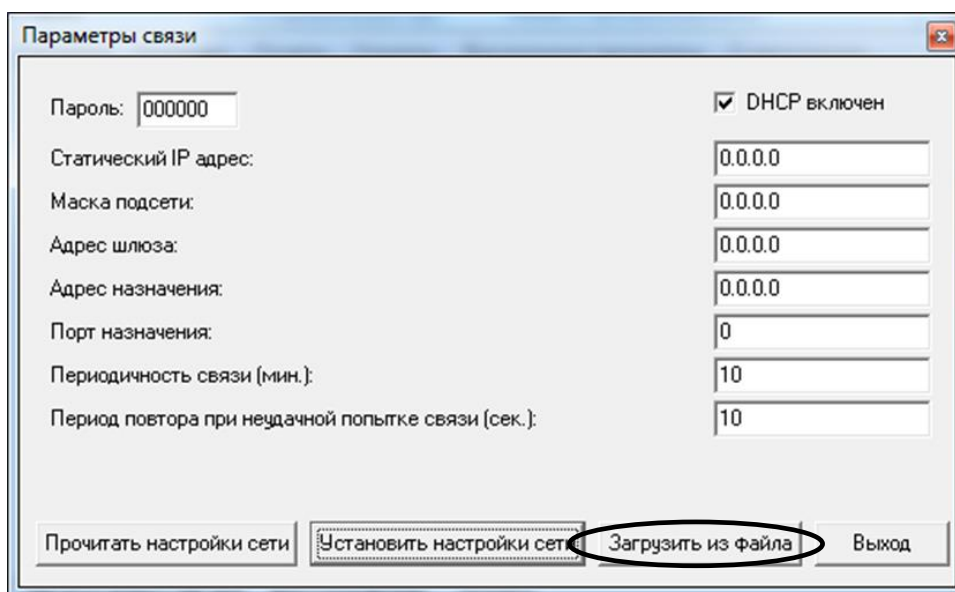

Рисунок 30
У вікні «Параметры связи» з'являться параметри налаштування запрограмовані у пам'ять реєстратора (рисунок 30).
6.1.7 Для завантаження параметрів із текстового файлу натиснути кнопку «Загрузить из файла» (рисунок 30). У вікні, що з'явиться обрати файл з параметрами зв'язку реєстратора (рисунок 32). Натиснути «Открыть».